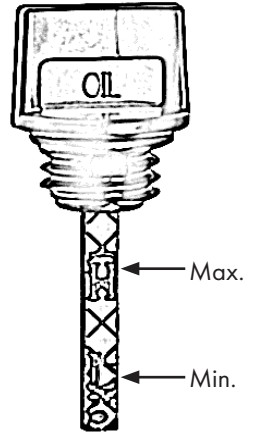

Bild 10
- Läs av oljenivån, se även bild 10.
Det måste finnas en oljefilm mellan den övre och den nedre markeringen. Om det inte finns någon oljefilm är oljenivån för låg, bild 10. Fyll på med mer olja. H-High står för maximum. L-Low står för minimum.